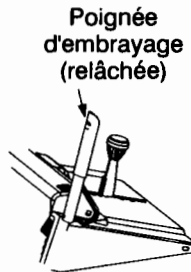

FIGURE 11
- Relevez la poignée d'embrayage. Voir la Figure 11.
- Assurez-vous que les commandes de la tarière et de l'entraînement sont débrayées (relâchées). Voir la Figure 11.